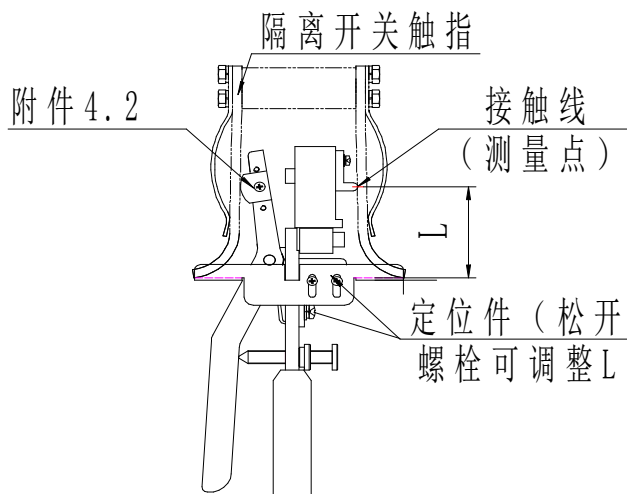
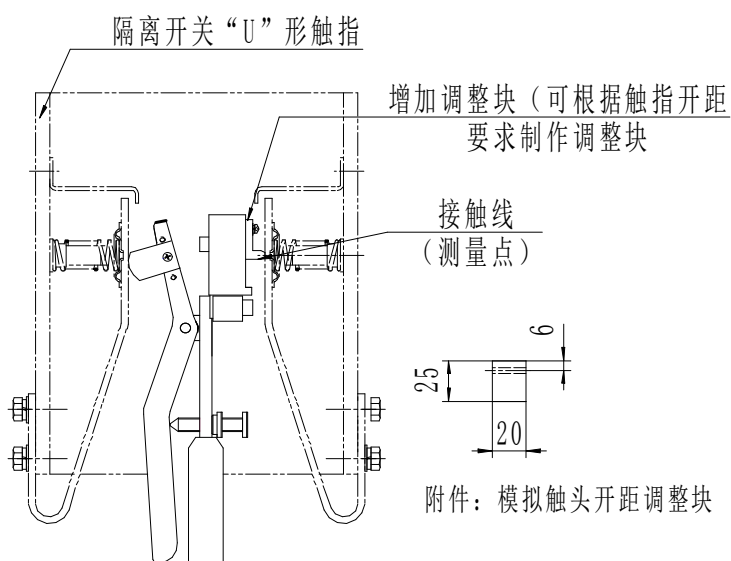

图7 转入式触头隔离开关压力测量示意图(如 GW4、GW5 系列)
图 8 转入式“U”形触头隔离开关压力测量示意图 (如 GW7B-252)
③ 图 3 是用于 GW4、GW5、GW7 等转入式隔离开关模拟触头的调整，装上附件 4.1（4.1 用于触头宽度 58-70mm 的刀闸，4.2 用于触头宽度 70-83mm 的刀闸），将卡尺锁定在 a 上，卡住模拟触头，再缓慢调节螺栓 S，调好后锁紧螺母 N。测量示意图见图 7、图 8。
④ 连接好传感器的 10 米信号线，打开测试仪电源，等待 2-3 秒后进入测试菜单，然后按【确定】键进入，如下图：
- 5) 图 7 是触头转入式隔离开关 (GW4-40.5/126、GW5-40.5/126 等型号) 触指压力测量示意图, 为了测量准确和方便, 可装配定位件 6, 它能上下和前后定位。将测试头对准接触线后, 调整固定定位件的螺栓, 使触指尖到接触线的距离等于 L 。
- 6) 图 8 是触头转入式隔离开关 (GW4-252、GW7-252 等型号) 触指压力测量示意图, 由于测量点触指端部较远, 不能装配定位件。
一、转入式隔离开关触指接触压力的测量（如 GW4、GW5 型隔离开关），按图 8、9 要求更换测量附件